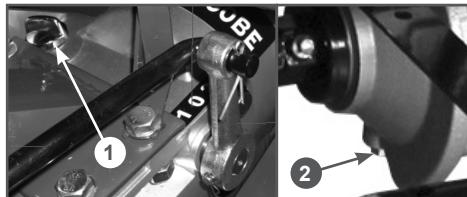

Рис. 21 Отверстия для замены трансмиссионного масла
2. Очистите от загрязнений зону вокруг маслозаливной горловины коробки передач. Выкрутите крышку-щуп 1 (Рис. 21) горловины, протрите щуп насухо.
3. Открутите сливной болт редуктора 2 (Рис. 21) и спейте масло в специаль-